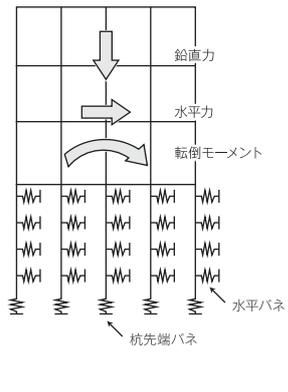

図8 上部構造～杭～地盤系一体解析モデル
- ・BUS-5を組み合わせることで、柱の直下に配置された杭を全長にわたって線材に置換し、指定されたピッチで節点を設け、地盤のP-y関係のモデル化により水平地盤バネを設けます。許容応力度等計算から保有水平耐力計算までを行います。保有耐力計算では地盤や杭の塑性化を考慮することができます(図8)。